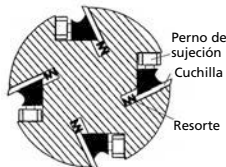

Fig.15
3. Afloje los pernos de sujeción hasta que las cuchillas estén sueltas en la ranura. Los pernos aflojan al girarlos en sentido de las manecillas de reloj y aprietan al girarlos en contra de las manecillas (fig.15).